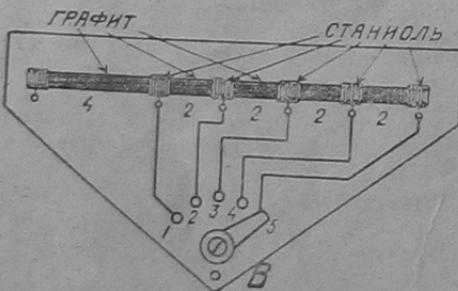

Рис. 6. Графитовое сопротивление
тарию сухих элементов I-II; II-III — батарею сухих элементов 8-20 вольт2). В точках B, n и f помещаются зажимы, выводимые на крышку приемника, позволяющие осуществлять приведенные на стр. 120 схемы рис. 6, 7 и 9; a, b, c — гнезда для телефона: A и 3 — за-
размеров. Как это показано на рис. 6, от полученного сопротивления отводится несколько контактов. Места вывода контактов на сопротивление обертываются полосками станиоля шириной 5 мм, а затем от них отводятся медные проволочки. Устройство этих отводов не является обязательным.
**Другие схемы** (напр. рис. 6, 7 и 9 стр. 120) любитель сможет осуществить, изменив соответствующим образом соединения точек  $B$  и  $f$ .
Такие фасонные зажимы укрепляются на приемнике и к ним припаиваются проводники схемы. Общий вид конденсатора дан на рис. 4. Получившаяся система позволяет легко заменять и менять конденсаторы и обеспечивает очень хороший контакт. В случаях, когда нет необходимости в сменных конденсаторах, припаивают проводники непосредственно к наконечникам перед их посадкой в конденсатор (рис. 6).